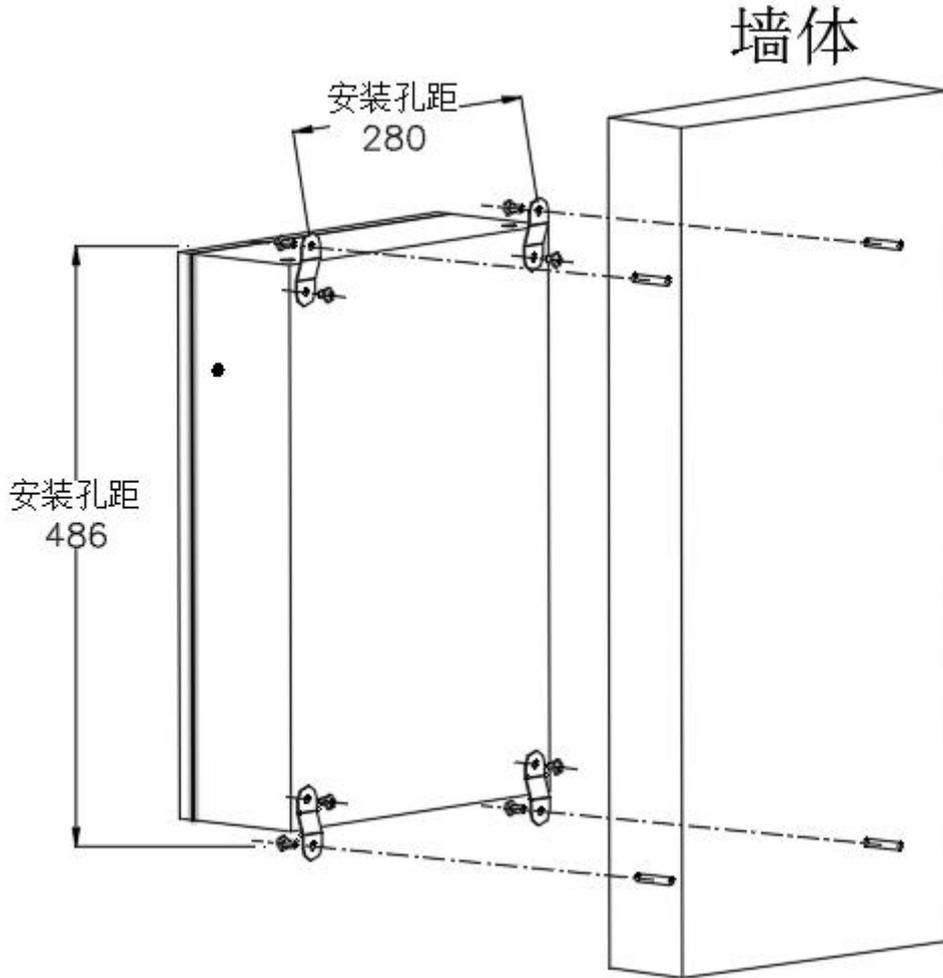

图 4 安装示意图
- 1) 产品的理想安装高度为离地面 1.5M 处，在离地面 1.5M 处按图 4 所示在墙面打孔，并将分配电装置固定。